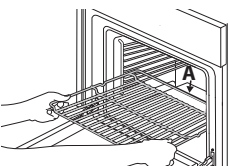

Рис. 1
1. Вставьте решетку горизонтально так, чтобы выступ А был обращен вверх (Рис. 1).